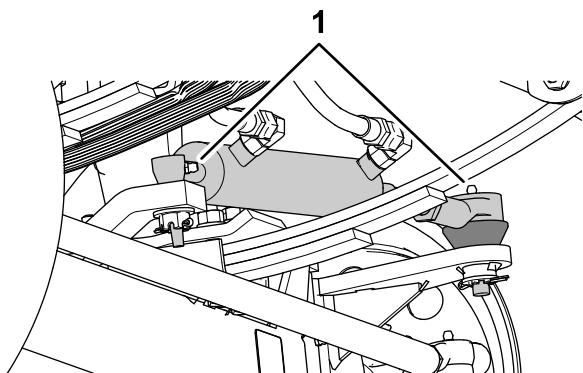
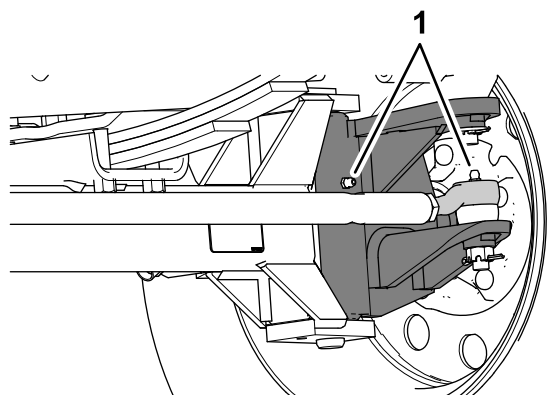

Figure 66
Figure 67
- Essuyez les graisseurs (Figure 66 et Figure 67).
- Injectez de la graisse dans les graisseurs (Figure 66 et Figure 67).
Remarque: Les emplacements des graisseurs sont illustrés à la Figure 66.